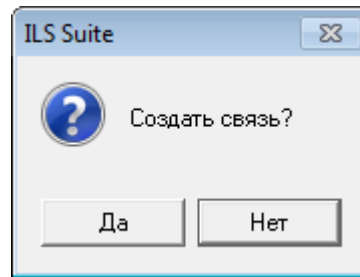

Рис. 10-387 – Диалоговое сообщение
- 3) В рабочем окне «Сценарии эксплуатации» выбрать необходимый сценарий и переместить сценарий на тип ФИ (1 и 2 на рис. 10-387).